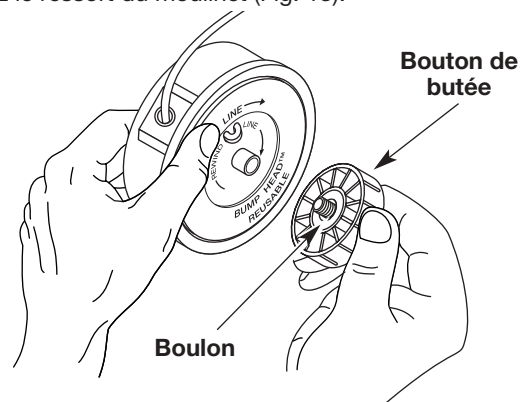

Fig. 12
1. Tenez la bobine extérieure d'une main et dévissez le bouton de butée vers **à gauche** (Fig. 12). Inspectez le boulon à l'intérieur du bouton de butée pour vous assurer qu'il se déplace librement. Remplacez le bouton de butée s'il est endommagé.
1. Tenez la bobine extérieure d'une main et dévissez le bouton de butée vers à gauche (Fig. 12). Inspectez le boulon à l'intérieur du bouton de butée pour vous assurer qu'il se déplace librement. Remplacez le bouton de butée s'il est endommagé.